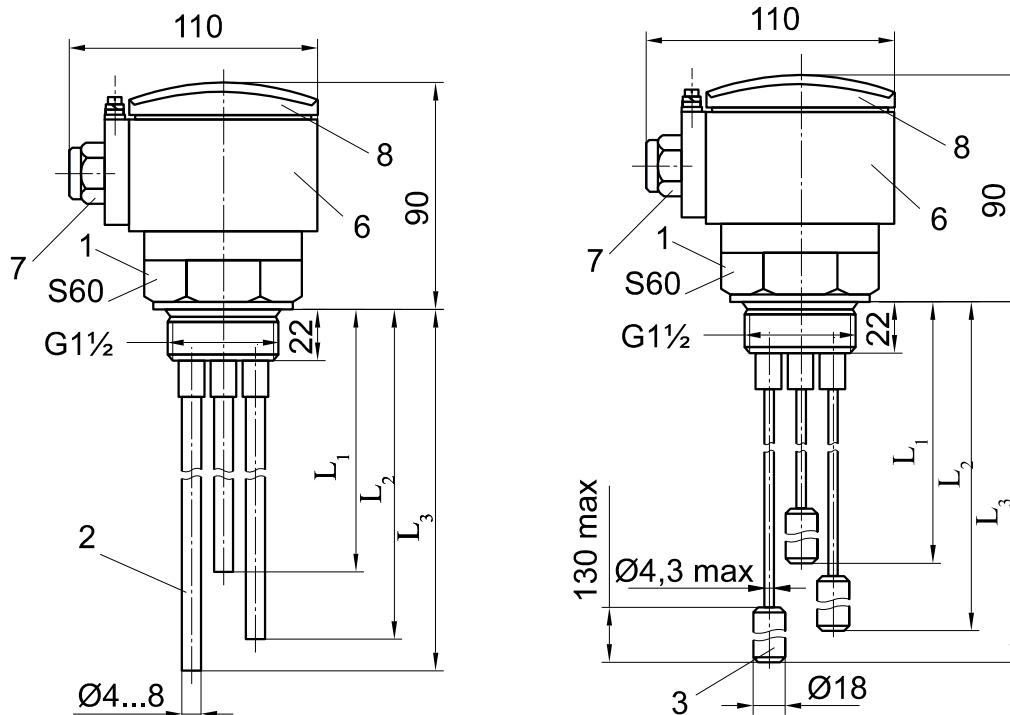

Рисунок 2 - Датчики трёхэлектродные, внешний вид, габаритные и присоединительные размеры
1.3.2 У трехэлектродного датчика (рисунок 2) на штуцере 1 закреплен корпус 6 с кабельным вводом 7 и крышкой 8.